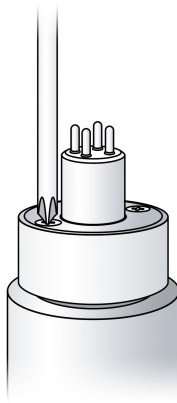

Fig. 2
- Ligue a ligação de água pura (Fig. 2)